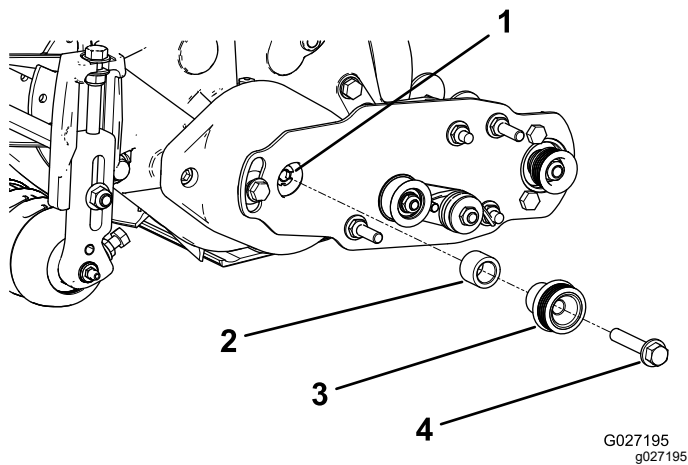

图 13
- 将隔片插入轴承座的轴中 图 13。
- 将驱动皮带轮插入隔片和驱动轴 图 13。
- 用一个凸缘头螺栓 3/8 x 2 英寸将皮带轮和隔片固定到驱动轴上请参阅 图 13。